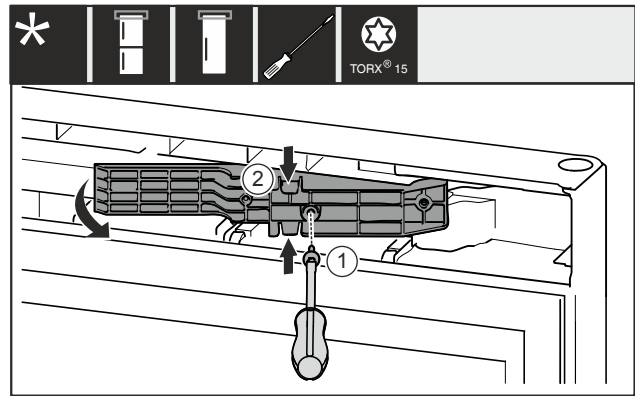

Fig. 14 \*
- ▶ Schraube Fig. 14 (1) entfernen.\*
- ▶ Adapterstück Fig. 14 (2) oben und unten leicht zusammendrücken und herausziehen.\*